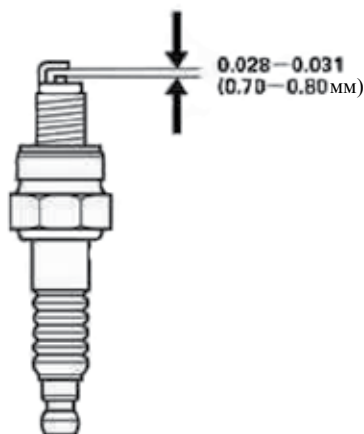

Рис. 4.4.
5. Проверьте щупом зазор электродов свечи. Зазор должен быть 0,6-0,7 мм. Исправьте его, аккуратно загибая боковой электрод, если нужно (рис. 4.4).